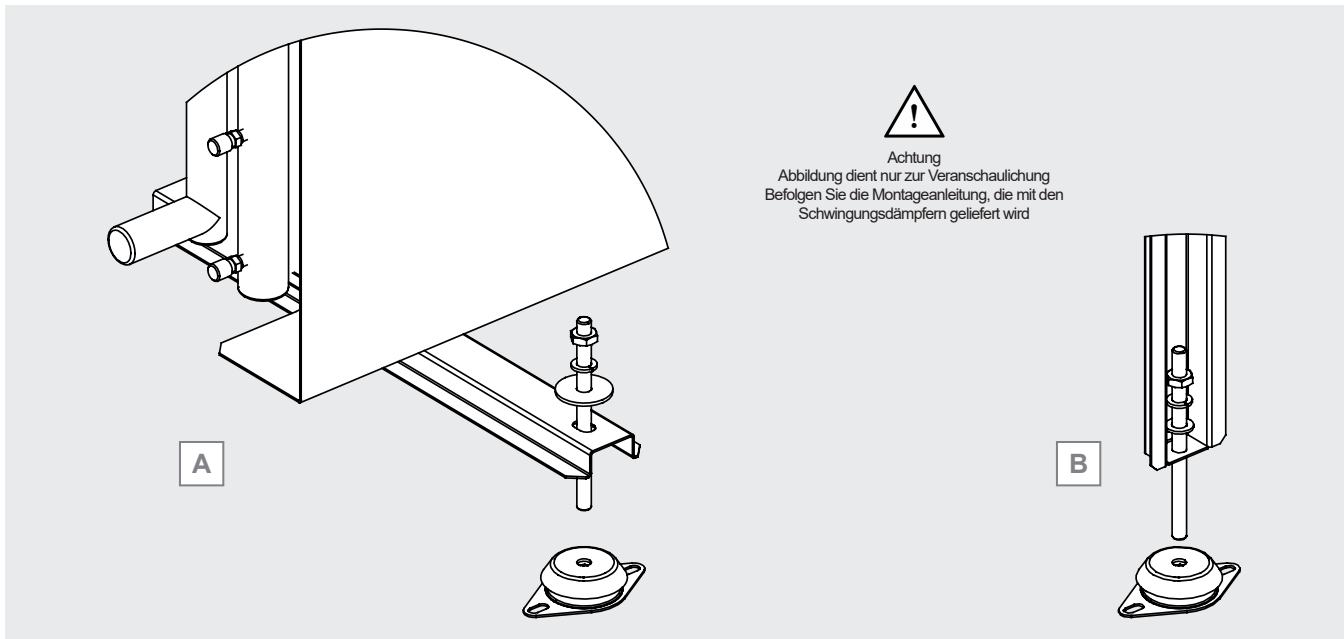

Abbildung 5
6.6 Das Gerät muss fest mit dem Untergrund verankert sein, nutzen Sie alle Befestigungspunkte. Um eine Geräuschübertragung zu verhindern, verwenden Sie ggf. Stoßdämpfer. Siehe Abbildung 5 A für das Modell mit horizontalem Luftstrom (Standard) und 5B für das Modell mit vertikalem Luftstrom (optional).